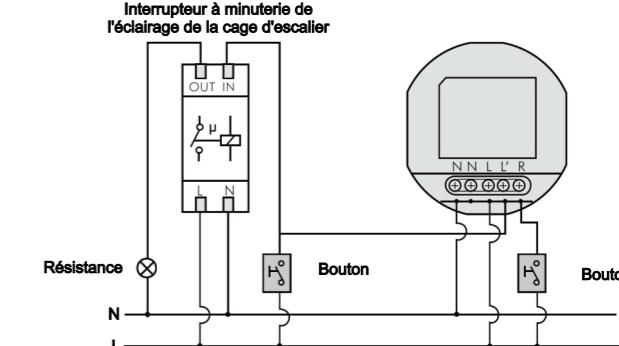

Figure 7
3.3.3 Interrupteur de l'éclairage de la cage d'escalier activé par le détecteur (le temps doit être réglé sur 1s). (Voir figure 7).